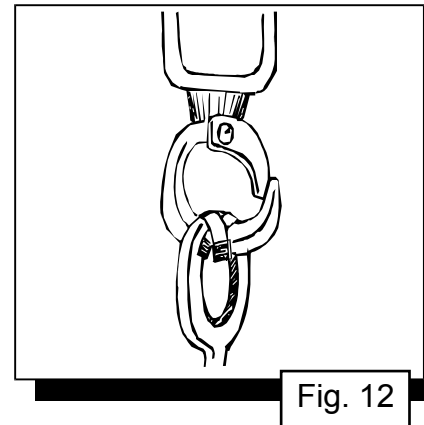

Fig. 12
- Si la ventouse est employée sur un palan, il faut tirer la chaîne du palan et fixer bien le crochet du palan à l'oeil d'accrochement de la ventouse avec des colliers en plastique, nylon ou similaires (Fig.12). Cela évitera que pendant la descente et la mise en place de la pièce, le crochet tourne dans une position non juste et y reste durant la remontée, en créant ainsi une situation de danger, en cas de remplacement imprévu .